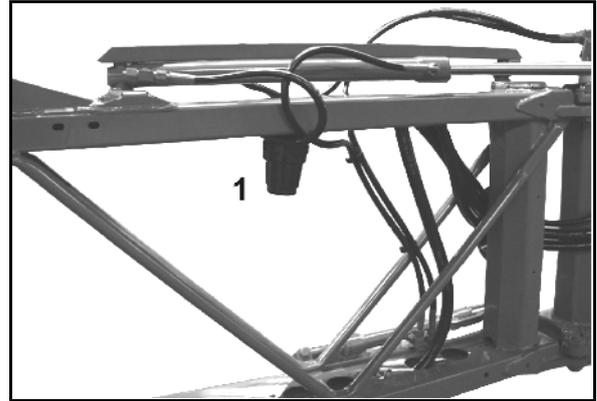

图 155
- 根据使用情况每隔 3 – 4 个月清洗一次管路过滤器（图 155/1）。